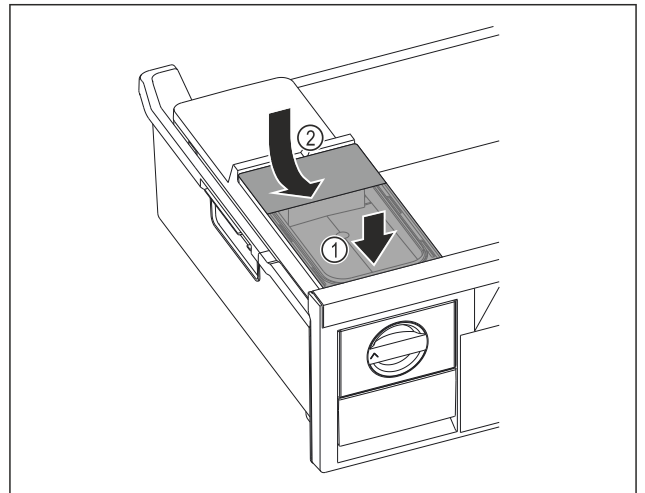

Fig. 101
- Placer le réservoir d'eau à l'avant. Fig. 101 (1)
- Abaisser le réservoir d'eau à l'arrière. Fig. 101 (2)